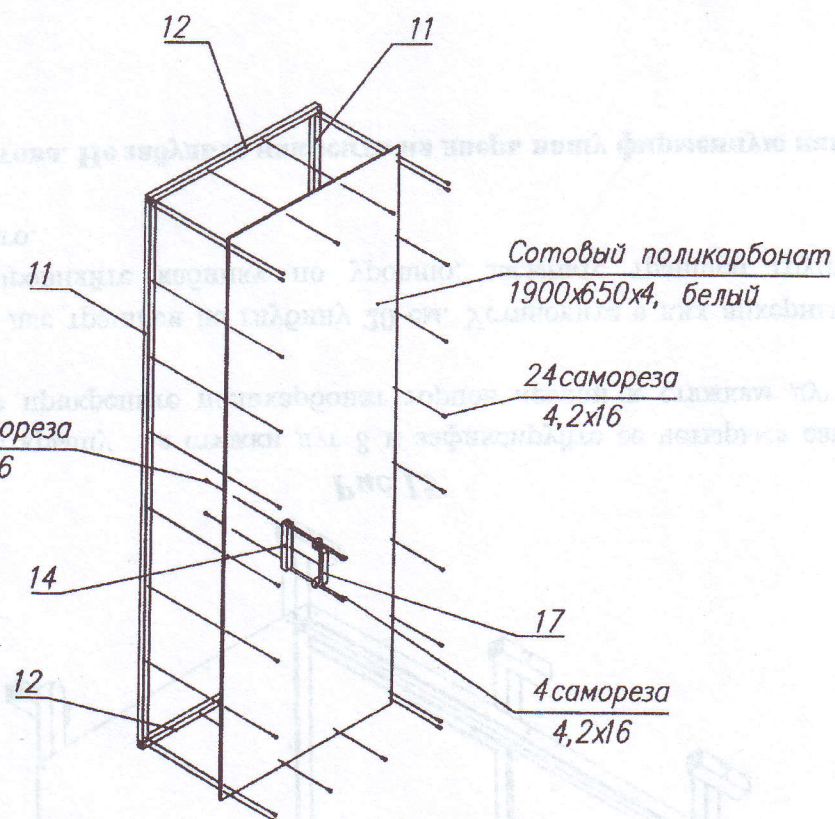

Рис.13
- 3.15. Установите на дверь ограничитель 14 и дверную ручку 17 (рис.12 и рис. 13).